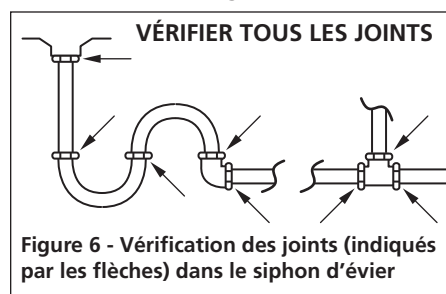

Figure 6 - Vérification des joints (indiqués par les flèches) dans le siphon d'évier
12. Les siphons d'évier sont en général branchés ensemble à l'aide de joints de caoutchouc ou autre matière souple. Les joints sont comprimés à la jointure à l'aide de grands écrous à compression, empêchant les fuites. Parfois, il peut y avoir une fuite à ces endroits. Vérifier les siphons après avoir utilisé le dégorgeoir et serrer les joints s'ils fuient (voir la figure 6).